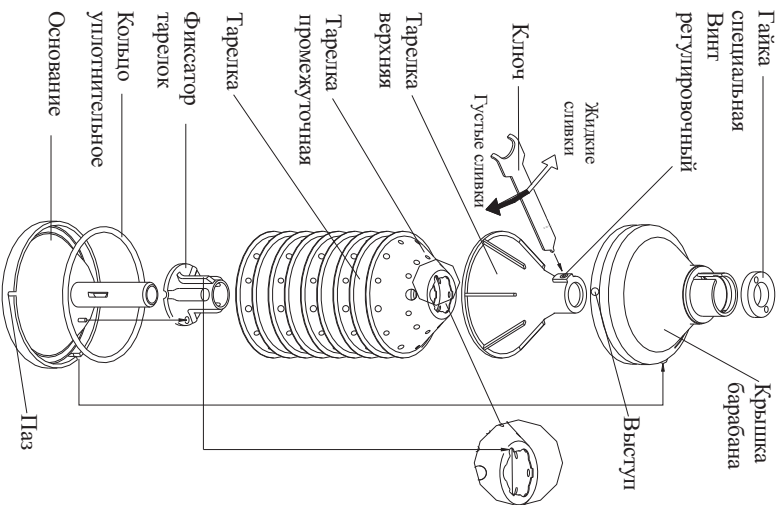

Рисунок 1
- барабан разобрать, открутив гайку специальную (рисунок 1). Детали барабана промыть в горячем 2% содовом растворе, ополоснуть чистой водой, просушить и собрать.
Сборку барабана (рисунок 1) проводить в следующем порядке:
- надеть на фиксатор все тарелки, начиная с "1", в последовательности: первая тарелка - с выдавками, следующая - гладкая и так далее с чередованием тарелок с выдавками и гладких, последняя тарелка должна быть с выдавками. Следить за совмещением паза тарелок и направляющей фиксатора. Надеть тарелку верхнюю и крышку барабана, совместив выступ на крышке барабана с пазом в основании (рисунок 1). Навернуть на питающую трубку основания барабана гайку и затянуть ее ключом усилием руки, обеспечив герметичность барабана.
Регулировку отношения сливок к обрату производить, вращая ключом винт регулировочный (рисунок 1). При вывертывании винта объем сливок увеличивается, при ввертывании - уменьшается.